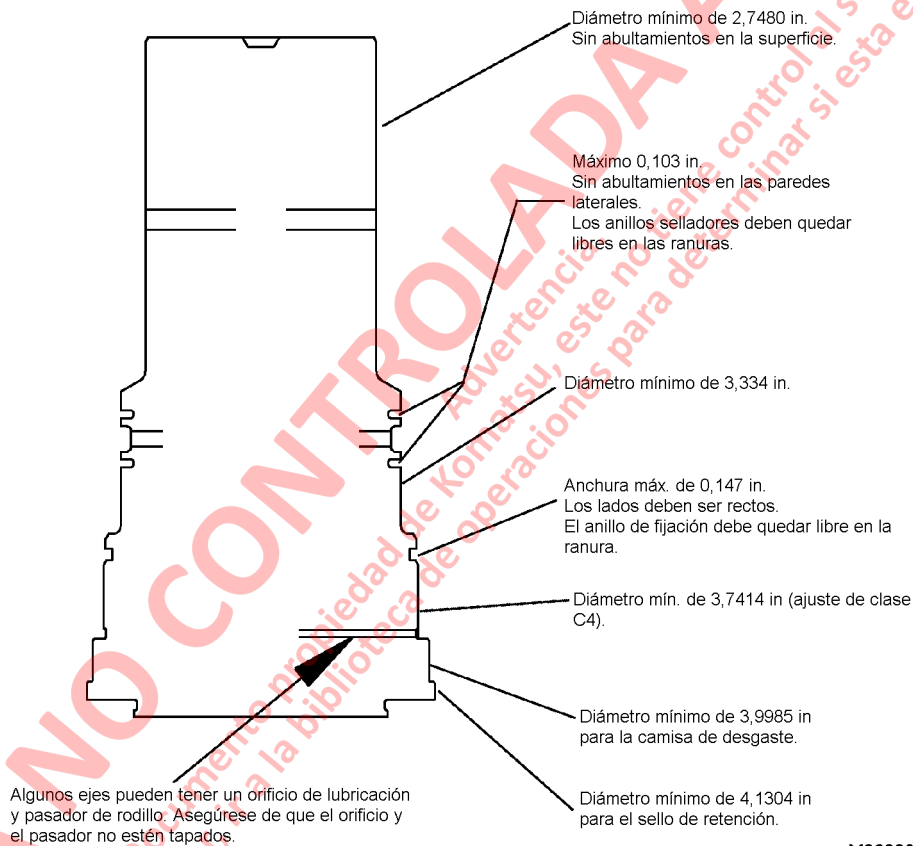

FIGURA 7-31. DIMENSIONES DE DESGASTE DEL CONJUNTO DEL EJE
1. Revise si el conjunto del eje presenta desgaste o daños. Vea las dimensiones en la Figura 7-31.